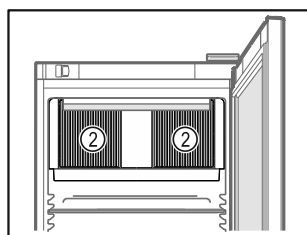

Fig. 49
- ❑ Не закрывайте вентиляционную щель Fig. 49 (2) вентилятора циркуляционного воздуха во внутренней камере.